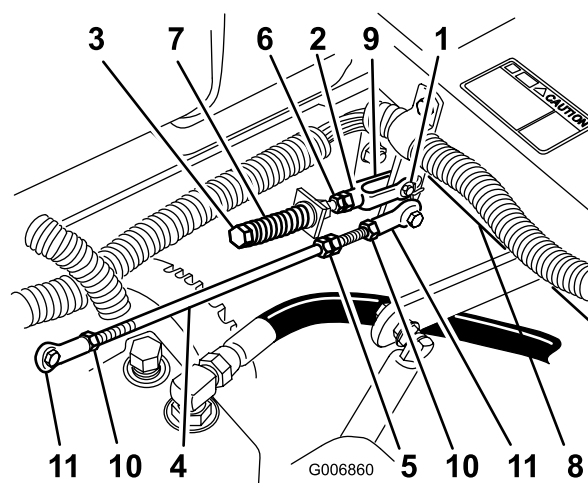

Figura 63
- Afoje las contratuercas de la articulación esférica de la varilla de control de la bomba (Figura 63).
- Ajuste la longitud de la varilla de la bomba girando las tuercas dobles de la varilla, en el sentido apropiado, hasta que la rueda quede estacionaria o se mueva muy lentamente en marcha atrás (Figura 63).
- Apriete las contratuercas de las articulaciones esféricas (Figura 63).